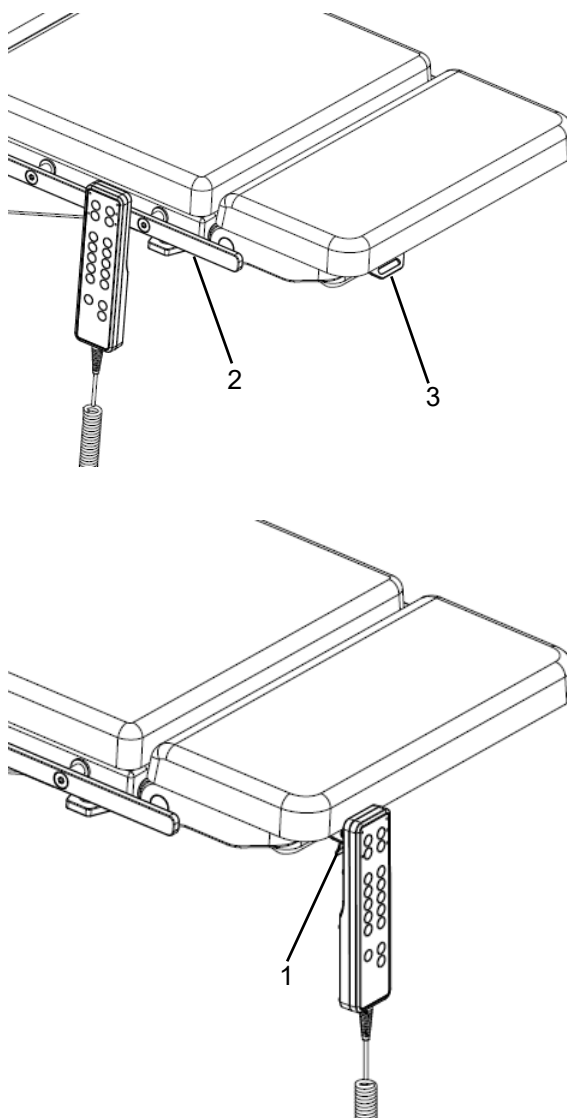

Рисунок 2-6. Подсоединение проводного пульта управления
Прикрепите скобу (1) к боковому рельсу (2) или креплению (3), как показано на Рисунок 2-6.